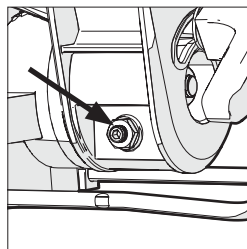

Fig. 10
- Afloje la contratuerca en el tornillo de ajuste del ángulo de bisel con una llave de 10 mm y una llave Allen de 3 mm (no suministrada) (Fig. 10).